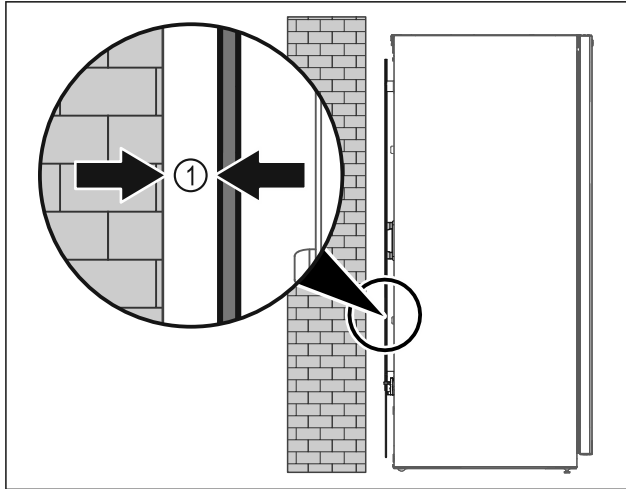

Fig. 50
- ▶ Állítsa fel a készüléket szabadon a helyiségben, vagy közvetlenül a fal mellé legalább 5 mm Fig. 50 (1) minimális távolságban.